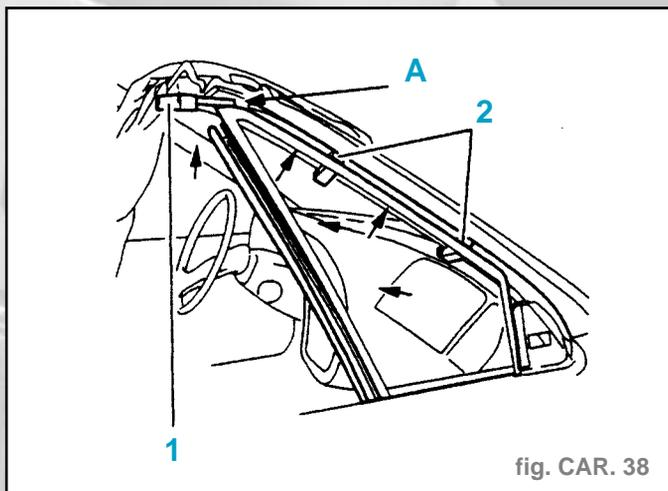

fig. CAR. 38
- Mettre l'outil (1) en partie supérieure, lieu et place du pare-soleil (fig. CAR. 38).